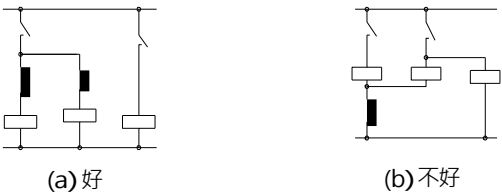

图 10
2.7 几只继电器的串并联使用 几只继电器构成串并联电路时，请注意避免因旁通电流和漏电流而引起误动作，如图 10。